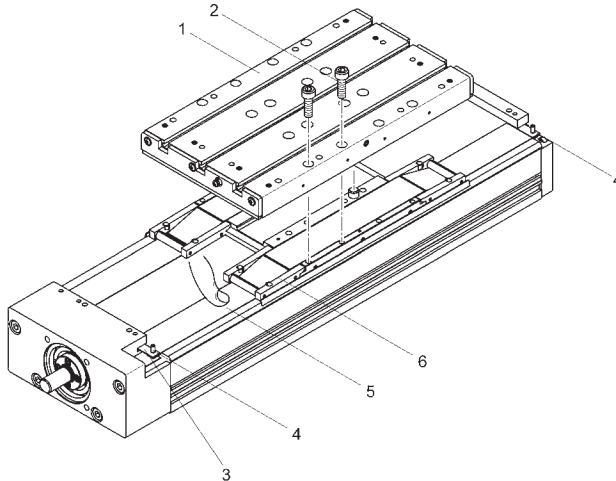

Bild 12
1. **Bild 12:** Befestigungsschrauben (2) der Kraftbrücke entfernen und komplette Kraftbrücke (1) senkrecht nach oben vorsichtig abheben.